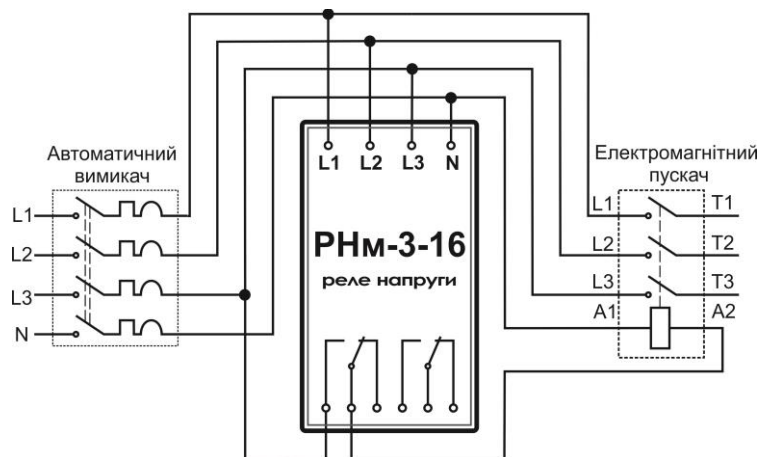

Рисунок 2 – Схема підключення автоматичного вимикача, реле і електромагнітного пускача
3.4 Підключити реле до трифазної мережі, використовуючи провід з перетином не більше 1,5 мм2. При підключенні необхідно дотримуватись порядку підключення фаз відповідно до схеми підключення рисунок 2.